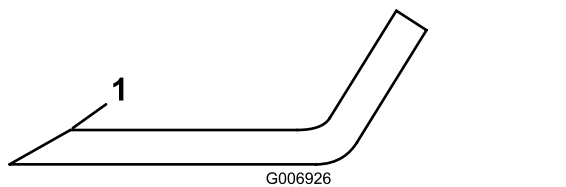

Figure 97
5. Examinez les tranchants de toutes les lames. aiguisiez-les s'ils sont émoussés ou ébréchés. N'aiguisiez que le haut du tranchant et conservez l'angle de coupe d'origine pour obtenir une coupe nette (Figure 97).
6. Si elles sont émoussées ou ébréchées, n'affûtez que le haut du tranchant et conservez l'angle de coupe d'origine (Figure 97).